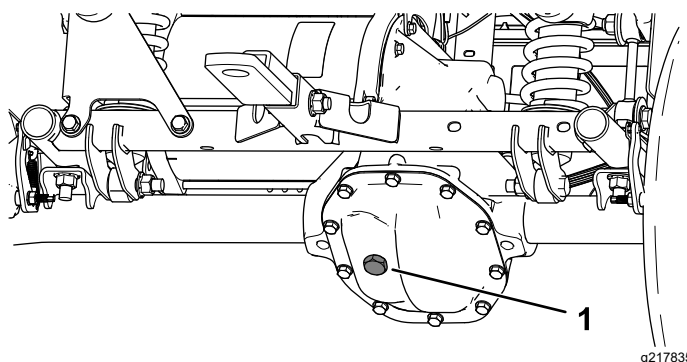

Figure 49
4. Enlevez le bouchon de remplissage de la boîte-pont (**Figure 49**).
5. Si le niveau de liquide est trop bas, enlevez le bouchon de remplissage et ajoutez le liquide spécifié jusqu'à ce qu'il ressorte par l'orifice (**Figure 49**).
4. Retirez le bouchon de remplissage de la boîte-pont et remplissez celle-ci avec le liquide spécifié jusqu'à ce qu'il ressorte par l'orifice de remplissage (Figure 49).